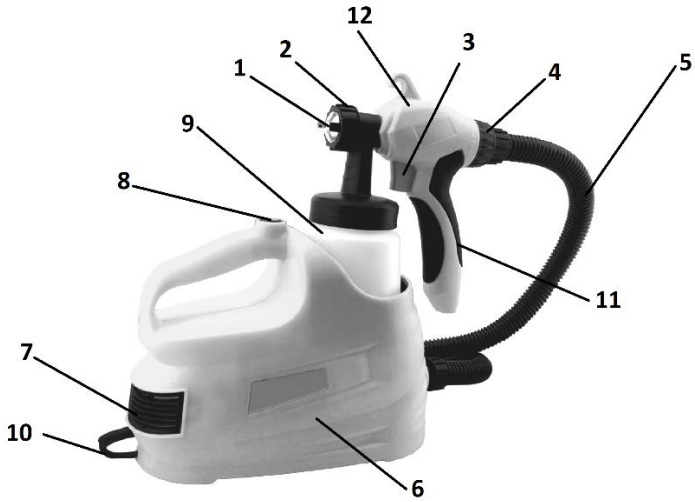

Рисунок 1
- перевірити стан повітряного фільтру під кришкою (7, рис. 1) і за необхідності замінити, з'єднати усі частини виробу;
4.2 Виберіть необхідний режим роботи виробу за допомогою повітряної головки с соплом (1) та регулятора розходу матеріалу (4) (див. рисунок 1), для увімкнення блока нагнітання повітря натисніть кнопку «увім/вимк» (8). При натисканні куркової клавіші вимикача (3), матеріал через сопло подається для розпилення. Для зупинки розпилення - відпустити клавішу вимикача, для вимкнення виробу необхідно натиснути кнопку «увім/вимк» (8).